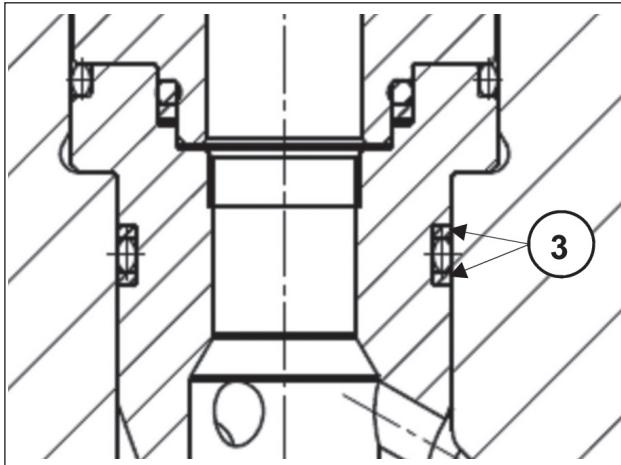

图28
将吸油和排油阀组连同相应的衬套插入，检查是否与泵头的底部接触。格外注意切勿损坏衬套的抗挤压环(图28，位置③)；要将这些环在各自的底座中正确定位和调整，应操作如下：